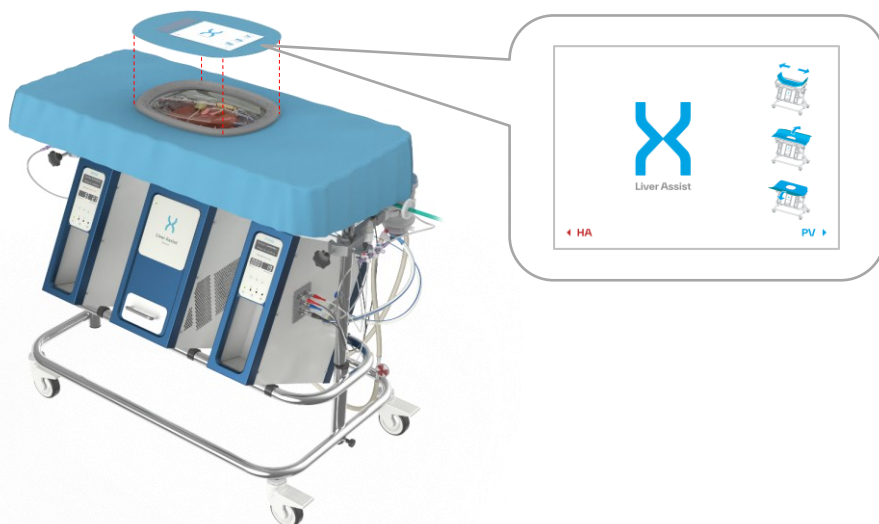

Figura 29: Plasarea unei fâșii de pânză sterile suplimentare.
- Așezați fâșia de pânză sterilă suplimentară peste rezervor și asigurați-vă că orientarea este corectă, așa cum se identifică prin marcajul HA și PV pe fiecare parte a etichetei (Figura 29)